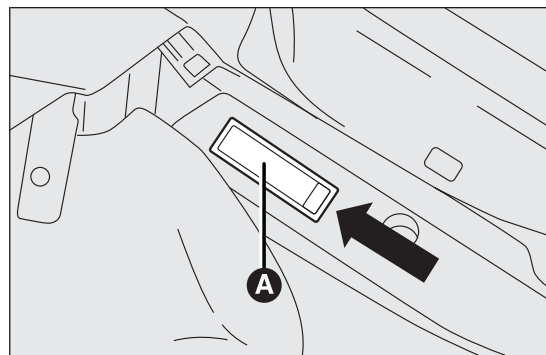

fig. 122
- ☐ con el destornillador proporcionado, extraer el plafón A fig. 122 actuando en el punto indicado;